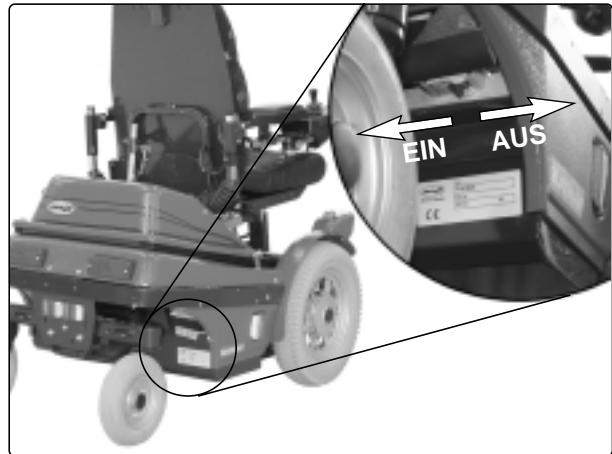

Abb. 41. Hauptsicherung/Batterietrenner
Die Hauptsicherung braucht normalerweise nicht ausgewechselt zu werden, da sie vom Automatiktyp ist und somit nach einer Auslösung rückgestellt werden kann. Sie befindet sich an der Chassisunterseite über dem rechten Hinterrad, siehe Abb. 41. Die Hauptsicherung wird durch eine Gummilippe vor Schmutz und Wasser geschützt, die sich einfach wegklappen lässt.
3. Stellen Sie die Hauptsicherung auf „AUS“, siehe Abb. 41.
11. Stellen Sie die Hauptsicherung auf „EIN“, siehe Abb. 41.